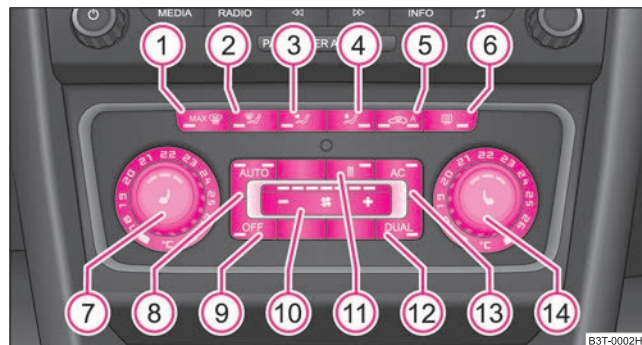

Fig. 113 Climatronic: elementos de mando
- Pulse la tecla **AUTO** ⇒ página 104, fig. 113.
Si se empaña el parabrisas, pulse la tecla ① ⇒ página 104, fig. 113. Cuando el parabrisas se haya desempañado, pulse la tecla .
- Si se empaña el parabrisas, pulse la tecla ① ⇒ página 104, fig. 113. Cuando el parabrisas se haya desempañado, pulse la tecla .
- Pulse la tecla **MAX** ⇒ página 104, fig. 113.